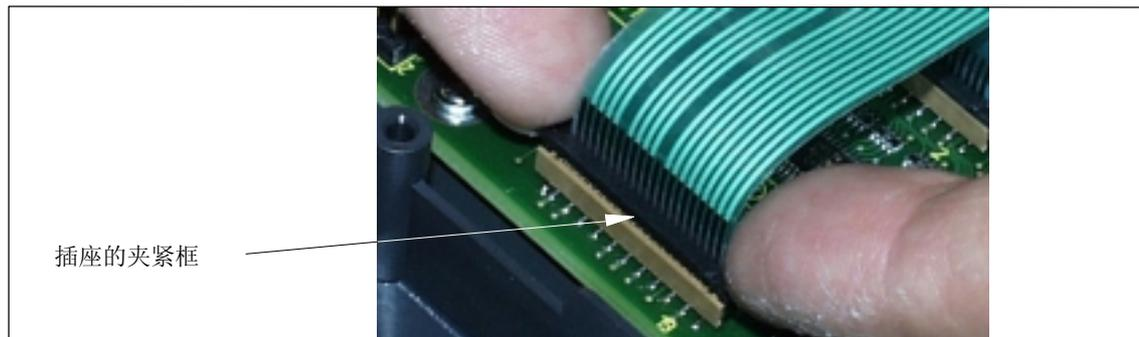

图 9-8 更换操作面板：拆开薄膜连接
- 向上压，使插座上的黑色夹紧框松开，直至到达上部未卡住位置（图 9-8）。